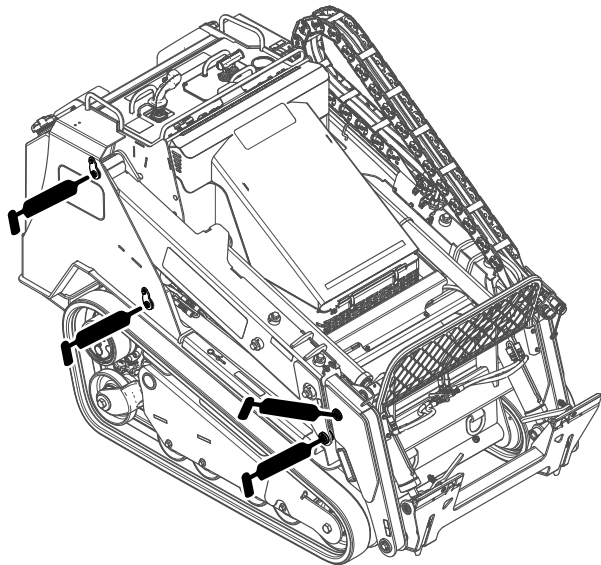
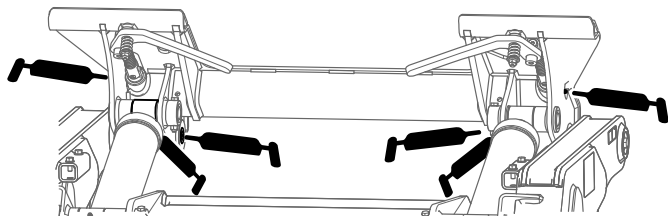
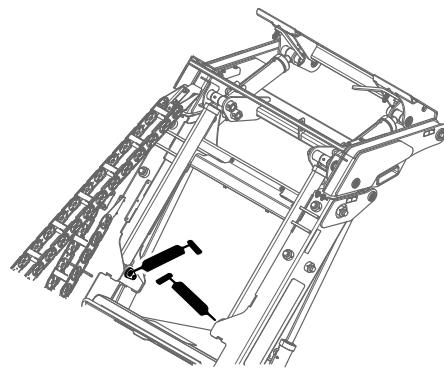

Figura 47
Figura 48
Figura 49
4. Conecte una pistola de engrasar a cada punto de engrase (Figura 47, Figura 48 y Figura 49).
Nota: Eleve los brazos de carga antes de engrasar los puntos de engrase en Figura 49.